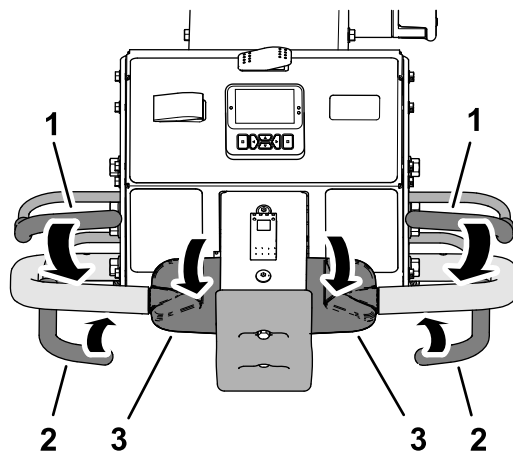

図 37
2. どちらかのオペレータベイルをハンドルバーと共に握り込み、走行コントロールの上部を前方に回転させ、エアレーションベイルを握り込む 図 37。